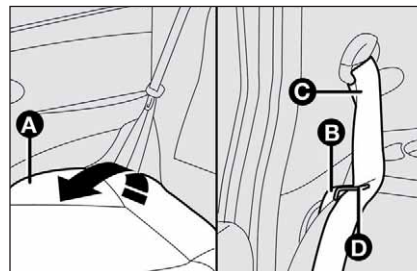

fig. 117
- ☐ vérifier que les deux sangles **C-fig. 117** des ceintures de sécurité soient correctement insérées dans la languette guide-ceinture **D** correspondante ;
- ☐ soulever le coussin **A-fig. 117** comme d'après la figure ;
- ☐ décrocher le dossier, en déplaçant les leviers **B-fig. 117**, puis le rabattre vers l'avant de façon à obtenir un plateau de chargement unique ;